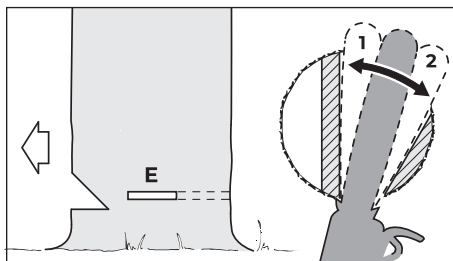

Рис. 22
- Выполнить основной пропил (рис. 22, поз. Е) – при этом полностью врезать направляющую шину
- Сформировать основной пропил до недопила (рис. 22, поз.1)
- Сформировать основной пропил до защипного ремня (рис. 22, поз. 2)